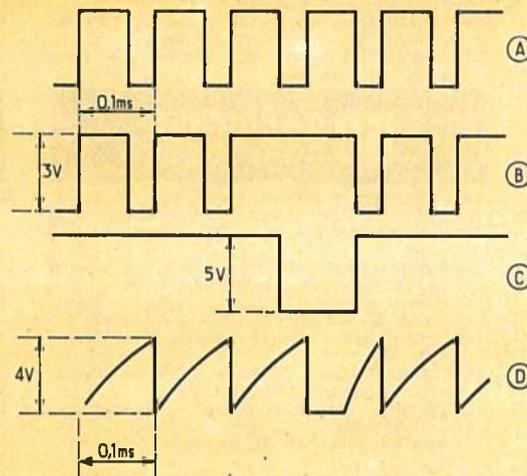

Figure 1
Lorsqu'un signal dont la forme normale est celle de la **figure 1 (A)**, c'est-à-dire à impulsions négatives, régulièrement espacées et de même forme, présente des défauts comme les deux suivants : impulsions manquantes ou période partielle plus longue entre deux impulsions, il est possible de détecter ces anomalies et même de les signaler par un dispositif avertisseur.
En (B) **figure 1** on montre un signal présentant un défaut de ce genre. Il s'agit d'une impulsion négative manquante. Grâce au montage à CI, 555, on pourra obtenir, au moment où le défaut se produit, une impulsion unique négative qui servira à déclencher un avertisseur.
A la **figure 1**, on a représenté en (C) le signal de sortie à impulsion négative d'alarme et en (D) la tension aux bornes de C_T .